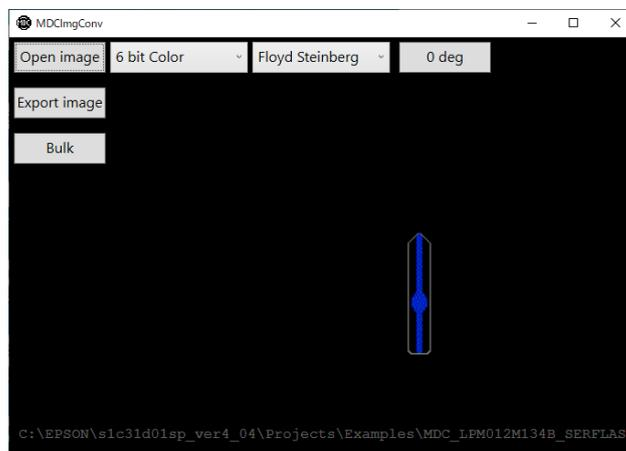
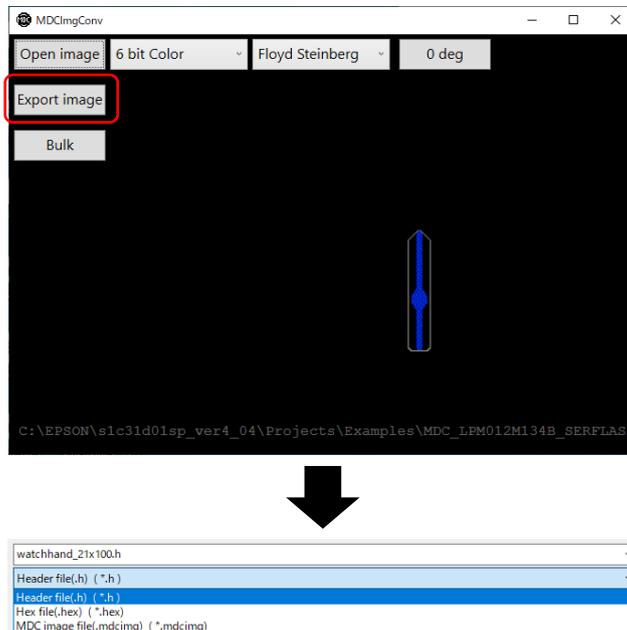

図 5.1 MDCImgConv.exe
図 5.2 MDCImgConv.exe でのファイル格納方法-1
(1) MDCImgConv.exe を立ち上げ、Open Image ボタンで画像ファイルを読み込み、画像情報のパラメータを設定します。(図 5.1 参照)
- (2) Export Image ボタンをクリックし、出力ファイル (.h, .hex, .mdcimg) を格納するフォルダを選択します。
- (3) ファイルの種類から、Header file (*.h)を選択するとヘッダファイル (.h) が、Hex file(.hex) (*.h) を選択すると、Hex ファイル (.hex) が、MDCFONT file (*.mdcimg)を選択すると、バイナリファイル (.mdcimg) が生成されます。(図 5.2 参照)